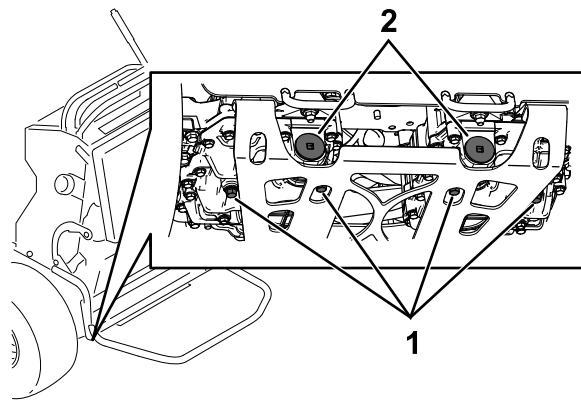

図 70
5. 左右のトランスミッションそれぞれの底部にあるドレンプラグの下にオイルを受ける容器を置く 図 70。